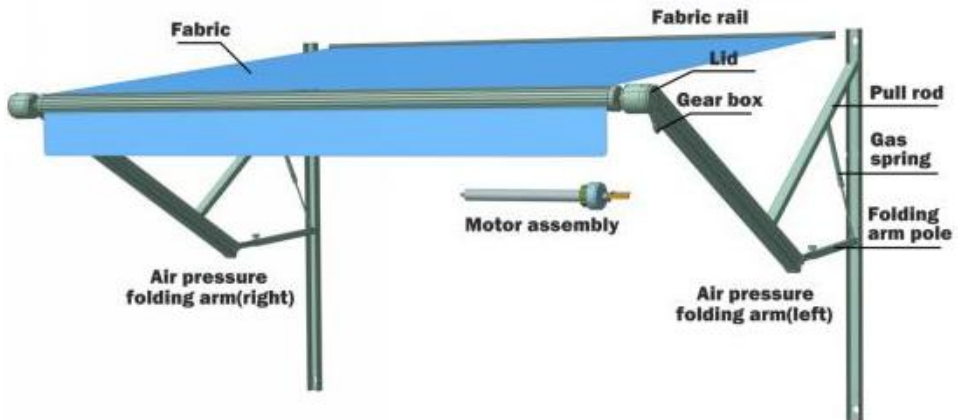

Figura D1
Diagrama de la estructura del toldo B2E : Figura D1
3.6 Enrolle la tela en la misma dirección sobre el tubo de bobinado, luego pase el otro extremo de la tela por la tira de tela del vehículo (Figura D1 3) y, finalmente, inserte el conjunto del rodillo en el eje de acero en la parte superior del brazo plegable del motor. Fije los tornillos para conectar y asegure la cubierta del extremo del rodillo al eje de acero (Figura D1 4).
3.7.3 Retire el pasador de seguridad de la tapa del extremo del lado opuesto al motor del carrete (Figura D1 8), suelte el brazo plegable y apriete el rollo de tela con fuerza.